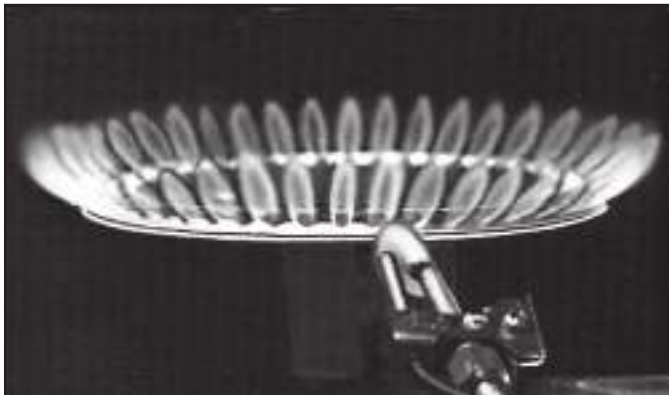

Figura 6. — Quemador Y Configuración De La Flama Del Piloto
- B. Inspeccione visualmente el quemador una vez al año, mientras lo está encendiendo, y la llama del quemador del piloto con el quemador principal apagado. (Consulte la Figura 6 o 7 para verificar la configuración de la llama normal.) Si se nota que el quemador está operando en forma fuera de lo común, se debe apagar el calentador de agua hasta que se pueda obtener asistencia de servicio capacitada.